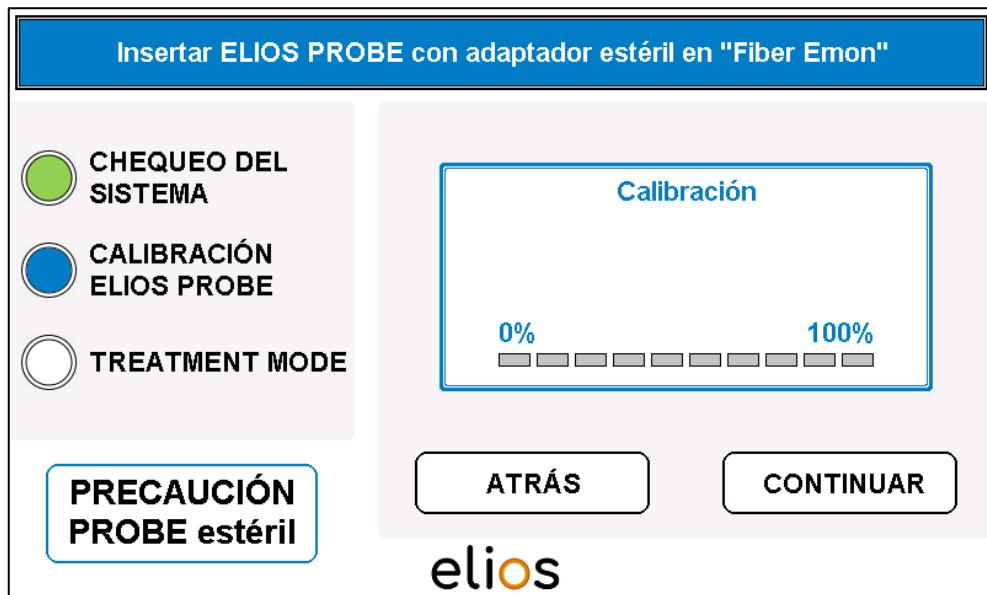

Fig. 4-10: Inserción de la fibra con el adaptador estéril
- La operación debe confirmarse mediante el botón “CONTINUAR” (Fig. 4-10).